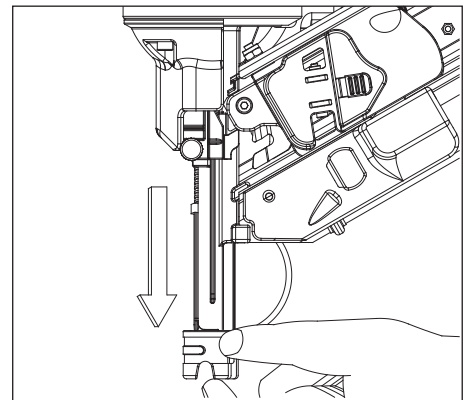

Figure 11 - Ajustement de profondeur du clou
3. Déplacer la PC d'avant en arrière dans la mesure voulue. Déplacer la PC vers l'outil pour augmenter la profondeur du clou. Déplacer la PC en l'éloignant de l'outil pour réduire la profondeur du clou. Voir la figure 11.